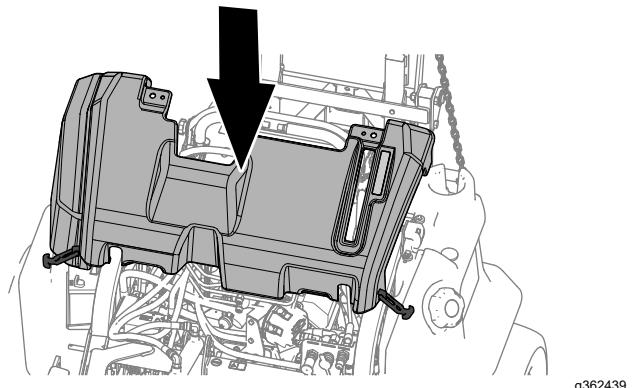

Figure 65
- Reposez le capot sur la machine (Figure 65).